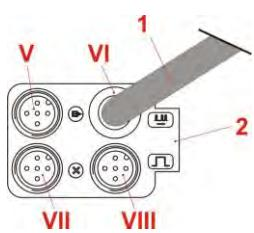
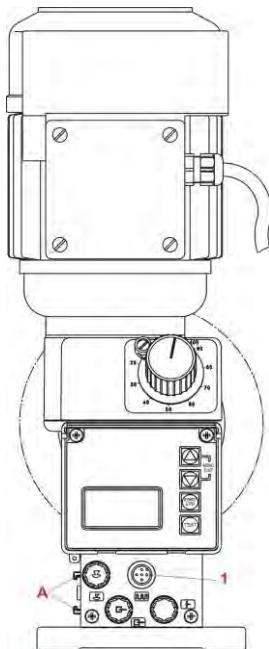

Fig. 8.1 Montage du Dongle-Box
Fig. 8.2 Montage du Dongle-Box 1
- ❖ Monter le Dongle-Box (fig. 8.1) sur la glissière de la pompe EMP prévue à cet effet (fig. 8.2, pos. A):
- ❖ Pousser le module de protection sous boîtier (fig. 8.1) dans la glissière sur le côté gauche de la pompe EMP (fig. 8.2, pos. A) jusqu'à ce qu'il s'enclenche.
- ❖ Raccorder le câble de liaison (fig. 8.1, pos. 3 et 8.3, pos. 2) sur l'entrée d'impulsion/du signal normalisé (fig. 8.2, pos. 1).
Si, avant l'extension par un Dongle- Box, un connecteur est enfiché sur l'entrée d'impulsion / du signal normalisé (voir la fig. 8.2, pos. 1), celui-ci peut être connecté après l'extension au connecteur VIII (voir la fig. 8.1, pos. VIII) du Dongle- Box.